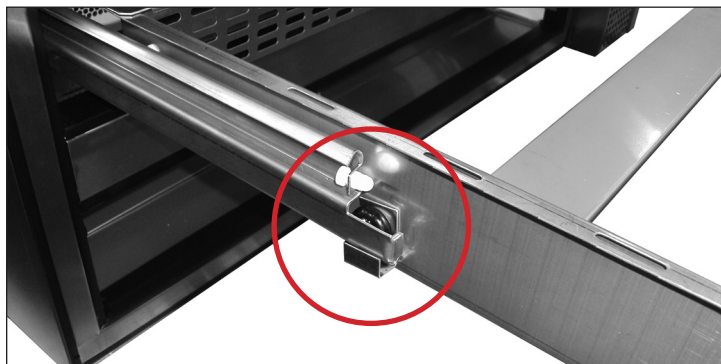

Fig. 1. Posizione del fermo delle rotelle.
3. Ruotare i fermi delle rotelle in posizione abbassata. Vedere fig. 1 e 2.